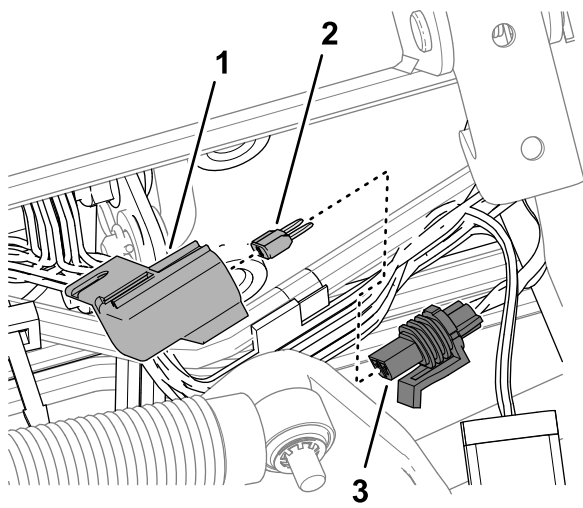

Figure 89
3. Déposez le capuchon du porte-fusibles en ligne étiqueté 10 A FUSE TELEMATIC PWR (Figure 89).